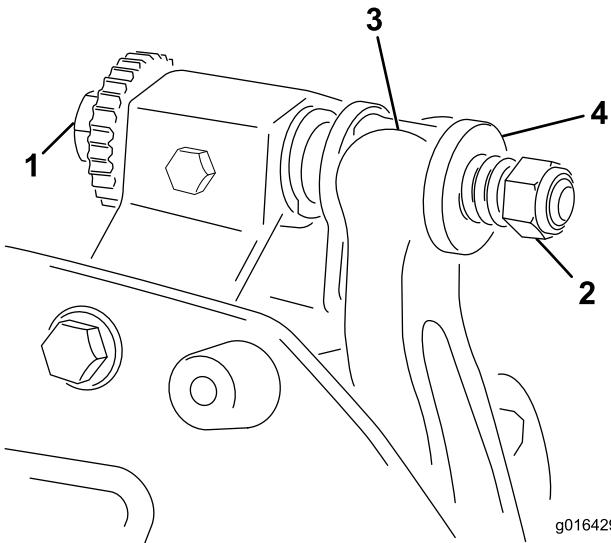

図 13
1. ベッドバー調整ねじを左に回してベッドナイフとリールの接触をなくす図13。
2. スプリングテンションナットをゆるめて、ワッシャがベッドバーを全く押さないようにする図13。
- ベッドバー/ベッドナイフアセンブリを取り付け、固定用耳をワッシャーとベッドバー調整ネジ(図13)の間に配置する。